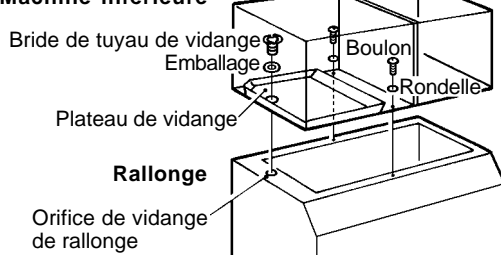

Fig. 6
- 5) Fixez la machine inférieure (modèle X) au-dessus du bac de stockage. Voir Fig. 6.
- 6) Fixez la machine inférieure en vissant les deux boulons et les deux rondelles en plastique fournis. Voir Fig. 6.
Alignez l'orifice de vidange du bac de stockage à l'orifice du plateau de vidange. Insérez l'emballage (accessoire du bac) et serrez la bride du tuyau de vidange (accessoire du bac) à la valeur de couple de 39.2 Nm. Voir Fig. 6.